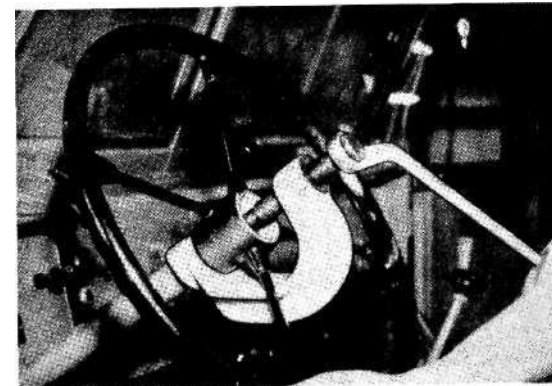

Bild 4-381
4. Lenkrad abziehen. (Bild 4-381)